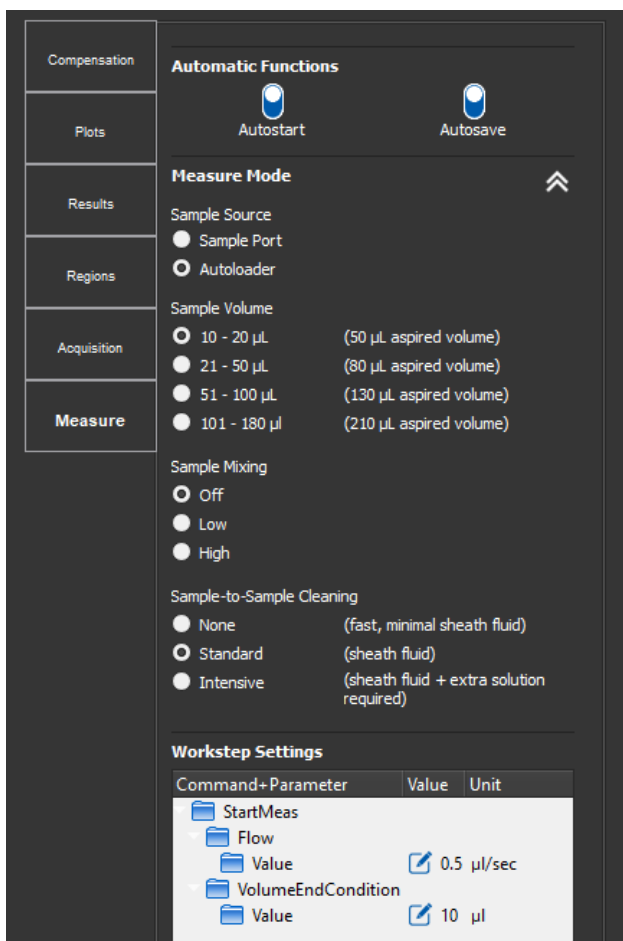

Abbildung 19. Einstellungen des Cube 6 zur Messung
4. Überprüfen Sie unter **Einstellungen**  → **Measure**, ob die Parameter wie in Abbildung 19 dargestellt eingestellt sind.